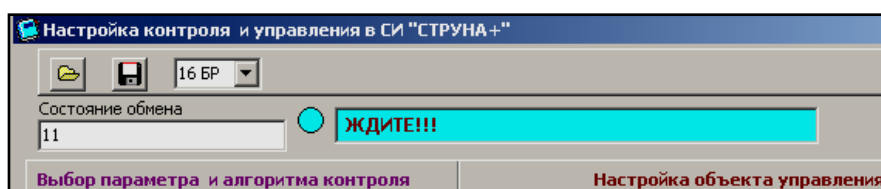

Рисунок 4.16
4.5.7.3 Нажать на кнопку «3п в БР». В результате на верхнем табло появится надпись «ЖДИТЕ!!!» (рисунок 4.16). Время записи зависит от количества каналов настройки.
4.5.8.2 Нажать на кнопку «Чт из БР». В результате на верхнем табло появится надпись «ЖДИТЕ!!!» (рисунок 4.16). Время чтения зависит от количества каналов настройки.